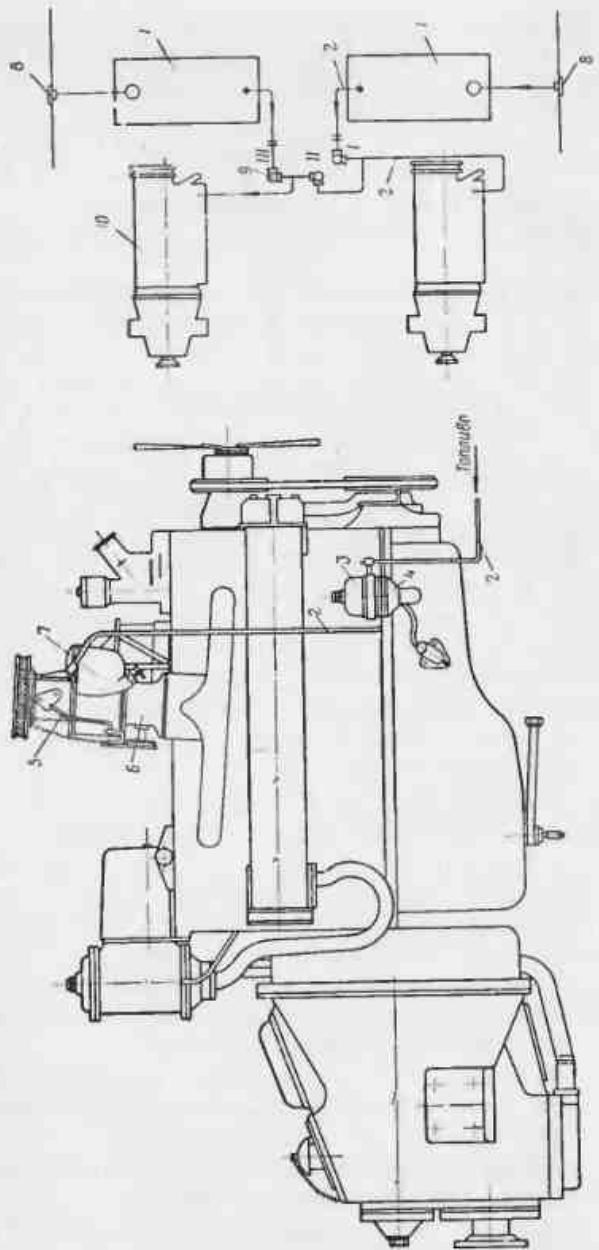

Рис. 11. Схема топливной системы:
22. Топливная система (рис. 11) двигателя состоит из двух топливных баков 1, емкостью по 120 л каждый, топливопроводов 2, фильтра-отстойника 3, топливного насоса 4, карбюратора 5 и впускного коллектора 6.